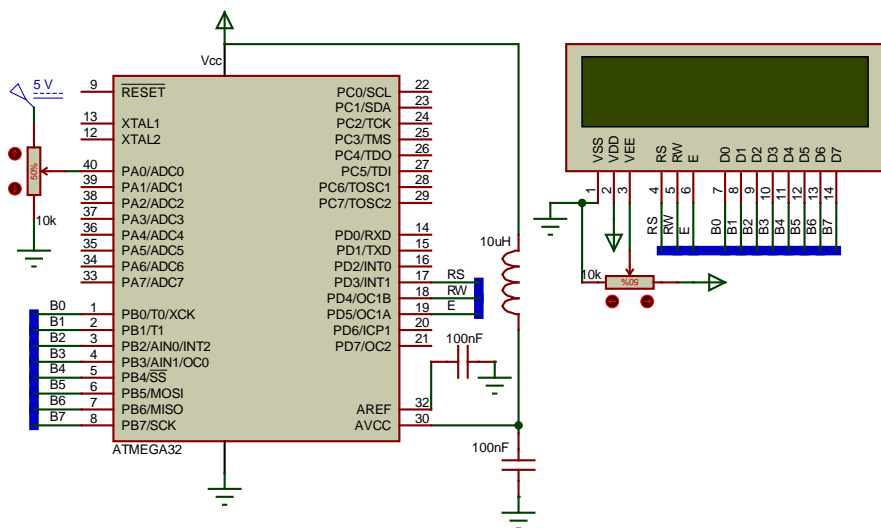

Рис. 4.20. Принципова схема дослідження роботи АЦП
Приклад. На основі модуля АЦП (рис. 4.20) виконувати вимірювання напруги на змінному резисторі, підключеному до $V_{CC}=5$ В. Результати вимірювання виводити на LCD-дисплей (дивись лабораторну роботу №4).
* Для зменшення шумів вивід AVCC повинен бути підключений до V_{CC} через LC-фільтр (рис. 4.20).